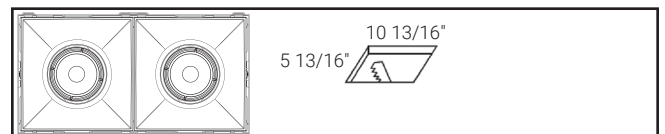

Figure 6.
- 2 moteurs lumineux : 274,6 x 147,6 mm (10-13/16 x 5-13/16 po) (Figure 6)